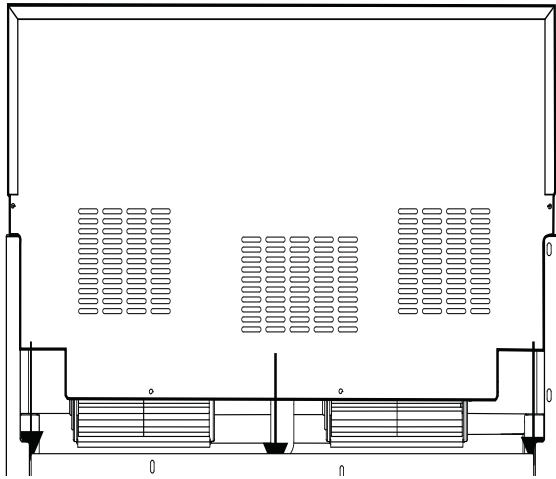

Figure 20 : Installation du dossieret
3. Alignez le panneau arrière du nouvel accessoire avec les brides des coins arrière droit et gauche des panneaux latéraux de la cuisinière. Le dossieret s'insère dans les canaux de guidage situés à l'arrière de la cuisinière (Figure 20).